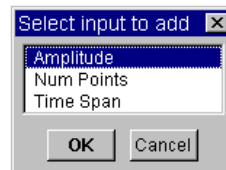

図 1-37. 入力端子を追加する例
1. オブジェクト・メニューをクリックするか、またはマウス・ポインタを Noise Generator の左側の端子領域に置き、**Ctrl+A** キーを押します。入力端子を追加するためのダイアログ・ボックスが図 1-37 のように表示されます。